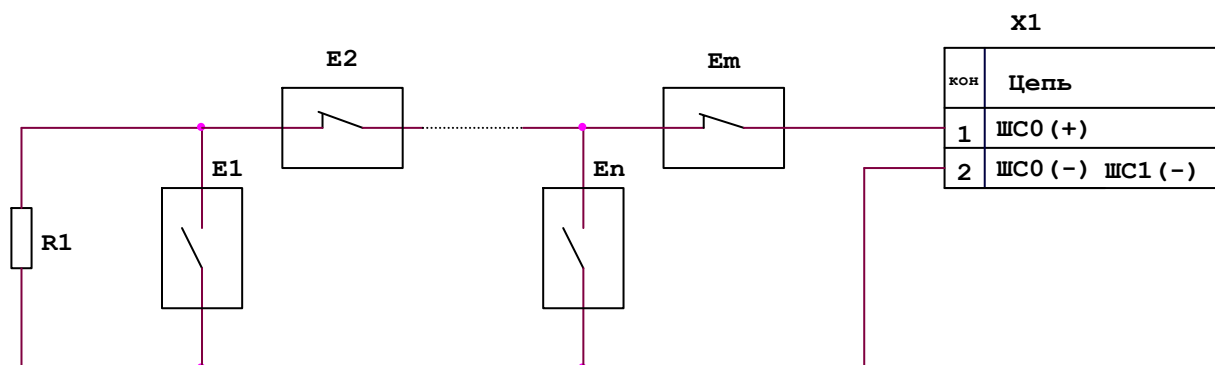

Рис.2 Схема подключения извещателей к ШС0.
- 7.5 К клеммам "ШС0" - "ШС15" колодки X1 подключаются охранные извещатели. Подключение охранных извещателей к ШС0 показано на рис.2. К неиспользуемым шлейфам сигнализации следует подключить резистор $5,6 \text{ кОм} \pm 5\%$ С2-33Н-0,25.